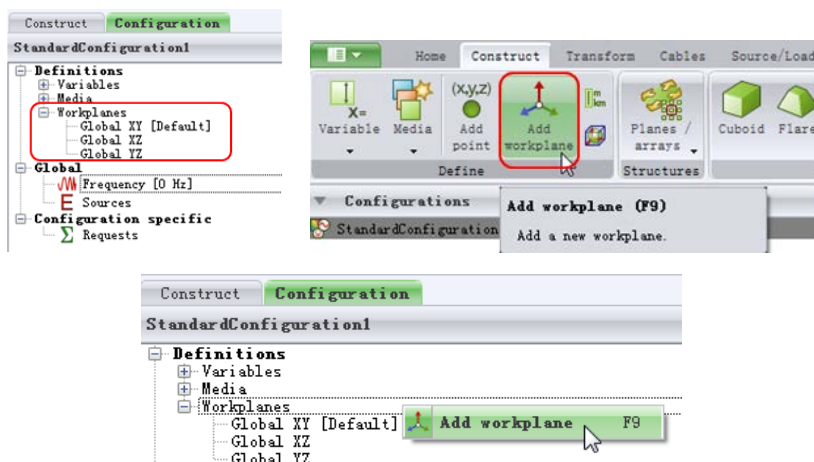

图 3-46 Workplane 的定义方法
- 3) 在左侧的“模型与求解树形浏览器”中，选中“Workplanes”结点，单击鼠标右键，选择“Add workplane”选项，如图 3-46 所示。